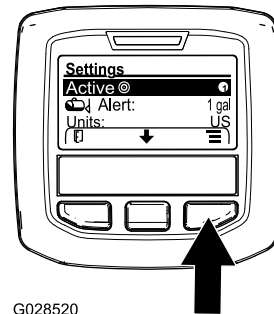

Figure 59
2. Appuyez sur le bouton de sélection central pour mettre en surbrillance le débit d'application actif (Figure 59).
3. Appuyez sur le bouton de sélection droit pour alterner entre les débits d'application 1 et 2 (Figure 59).